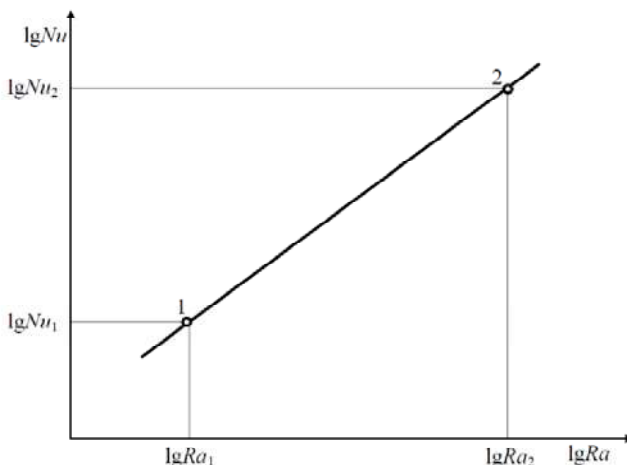

Рис. 4. К расчету коэффициентов аппроксимации  $B$  и  $m$
2. Для каждого режима нагрева трубы рассчитаем критерий Рэлея  $Ra_1$  и  $Ra_2$  по формуле (12) и критерий Нуссельта  $Nu_1$  и  $Nu_2$  по формуле (11).
4. В логарифмических координатах ( $lg Ra$ ,  $lg Nu$ ) необходимо нанести опытные точки на график (рис.4).